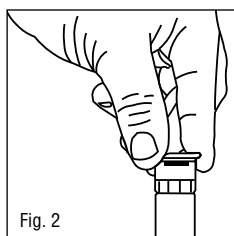

Fig. 2
1. Para aumentar el arco, tome el borde de la tobera y gírela hacia la izquierda (Fig.2).